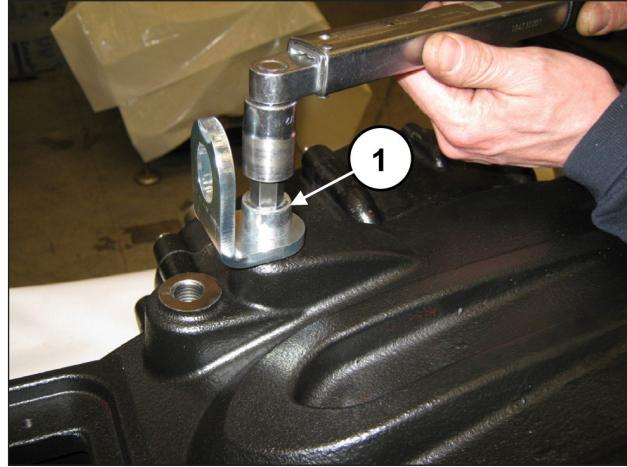

Fig. 99
Colocar los tapones y las bridas de elevación con los tornillos M16x30 (pos. ①, Fig. 99).